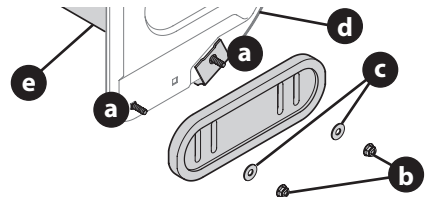

Figure 45
1. Fixez les patins au boîtier des tarières (d) avec deux boulons de carrosserie (a), deux écrous à bride (b) et les rondelles (c). Serrez les écrous à la main. Voir Figure 45.